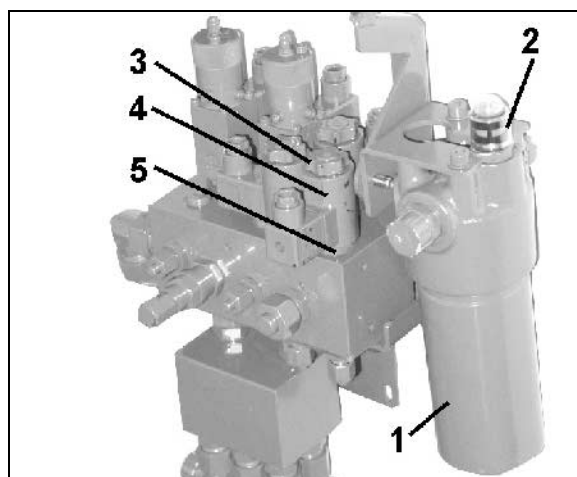

Рис. 50
Во время эксплуатации (при включенном масляном контуре) может проверяться работа гидравлического масляного фильтра (Рис. 50/1) на распределительной гидрокоробке.
Индикация в контрольном окошке (Рис. 50/2):
1. Открутите крышку магнита (Рис. 50/3).
2. Снимите катушку электромагнита (Рис. 50/4).
3. Выкрутите шток клапана (Рис. 50/5) с седлами и почистите сжатым воздухом или гидравлическим маслом.